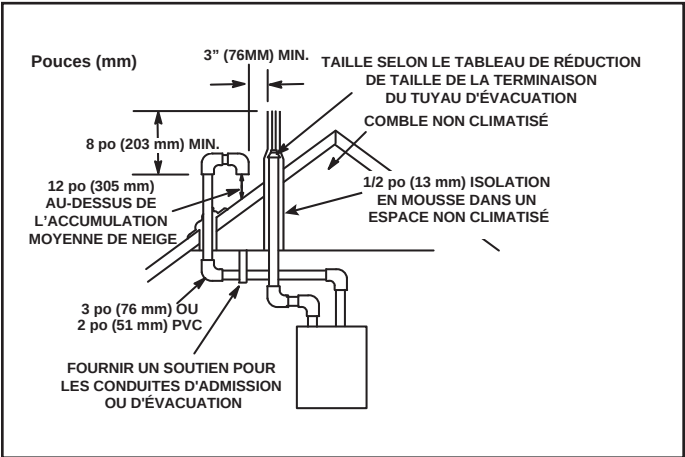

Figure 22. Trousse terminaison de toit à ventilation directe
Les tuyaux d'admission et d'évacuation peuvent être acheminés horizontalement à travers un mur extérieur ou verticalement à travers le toit. Pour les installations dans un comble ou un placard, une terminaison verticale à travers le toit est préférable. Les figures 22 à 29 montrent des terminaisons typiques.
3. Sur les terminaisons de toit, la tuyauterie d'admission doit se terminer directement vers le bas à l'aide de deux coudes à 90° (Figure 22).